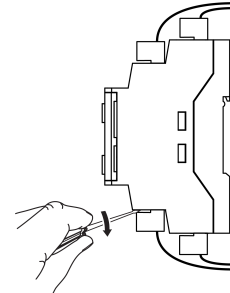

Рисунок 4.2 – Отсоединение съемных частей клемм
1. Снять ответные части клеммников (см. рисунок 4.2).